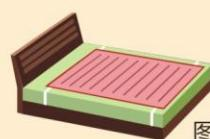

图3
- 3、选用的带松紧带的电热毯：将电热毯四角上的松紧带直接套在床垫四角上，以防电热毯折皱使用引起局部过热而损坏。图3